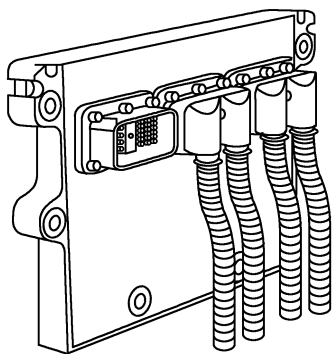
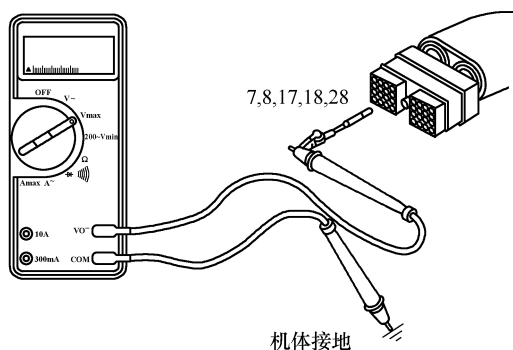

图 5-118 从 ECM 上断开 OEM 线束
图 5-119 分别测量触针 7、8、17、18、28 与接地间的电压
- ① 从 ECM 上断开 OEM 线束, 如图 5-118 所示。
- ② 分别测量 OEM 线束 ECM 插头中的触针 29、30、39、40、50 与机体间的电阻, 应显示闭路, 电阻小于 10Ω 。如果不是闭路, 说明存在短路, 应当进行维修。
- ③ 检查蓄电池、电缆和接线柱有无损坏, 根据需要进行维修或更换。
- ④ 检查蓄电池回路导线是否正确接地, 检查 ECM 线束插头中是否有损坏的触针。
- (3) 电压检查 断开钥匙开关, 从 ECM 上断开 50 针插头。分别测量 50 针线束插头中的触针 7、8、17、18、28 与接地间的电压(图 5-119), 应为蓄电池电压。